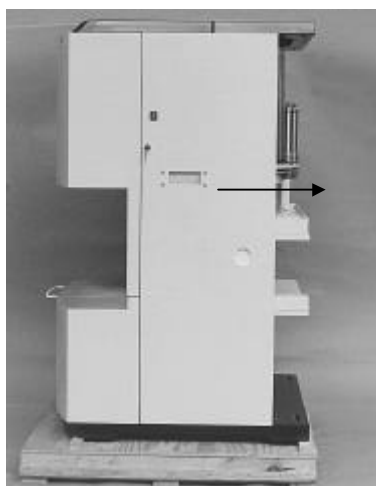

figura 2
- Manobre a máquina com cuidado para trás, com 2 pessoas atrás e uma pessoa em frente da máquina (ver figura 2).